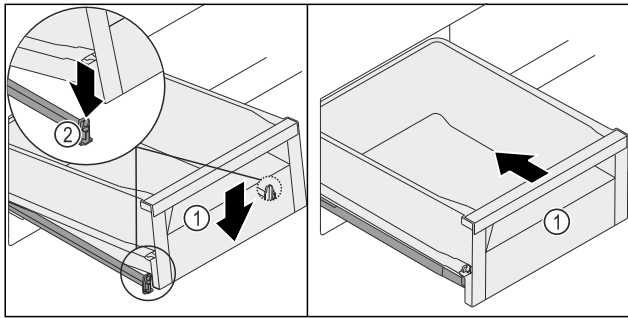

Fig. 260
- Laske säilytyslokero Fig. 260 (1) edestä alas niin, että säilytyslokero luiskahtaa vasemmalla ja oikealla liittimiin Fig. 260 (2).
- Säilytyslokero Fig. 260 (1) lukittuu kuuluvasti paikalleen.
- Työnnä säilytyslokero Fig. 260 (1) sisään.